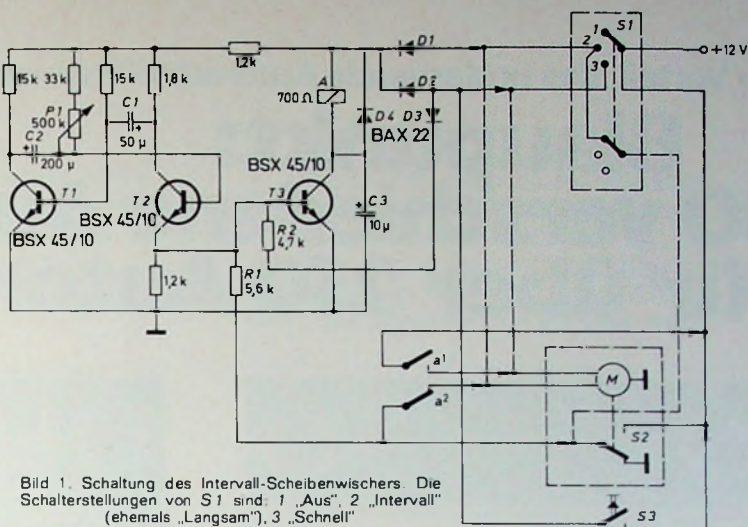

Bild 1. Schaltung des Intervall-Scheibenwischers. Die Schalterstellungen von S1 sind: 1 „Aus“, 2 „Intervall“ (ehemals „Langsam“), 3 „Schnell“
Aus Bild 1 ist die Originalschaltung an den gestrichelten Leitungen zu erkennen, die für den Umbau entfernt werden mußten. Der eigentliche Wischermotor hat zwei Geschwindigkeitsschaltstufen und einen motorbetätigten Umschalter S2, der bei Handabschaltung während des Laufs dem Feld noch so lange eine positive Spannung zuführt, bis die Wischerruhestellung erreicht ist; dann schaltet S2 um und legt die eine Wicklung an Masse, wodurch der Motor gebremst wird.
Im Bild 1 sind die notwendigen Schaltungsänderungen durch Linien mit Pfeilen und gestrichelte Linien gekennzeichnet. Zur Motorsteuerung wurde ein Kammrelais (Kontaktbelastbarkeit 5 A) mit einem Arbeits- und einem Ruhekontakt eingesetzt. Die Schaltung besteht aus einem Taktgeber $T1, T2$ mit einer nachfolgenden Schaltstufe $T3$. In der Stellung „Intervall“ (2) von $S1$ wird dem Taktgeber $T1, T2$ und dem Schalttransistor $T3$ die Versorgungsspannung über die Dioden $D1, D2$ zugeführt; die vom Taktgeber erzeugten Impulse schalten $T3$ durch, das Relais zieht an, und dem Motor wird über den Kontakt a^1 Spannung zugeführt. $C2$ und $P1$ bestimmen das Zeitintervall (1..25 s) bzw. die Pause, in der keine Impulse an die Basis von $T3$ gelangen und das Relais abfällt. In der Stellung „Schnell“ (3) wird $T3$ unabhängig vom Taktgeber über $D3$ durchgeschaltet, das Relais zieht an, und der Motor läuft, bis das Relais bei Umschaltung von $S1$ auf „Aus“ (1) abfällt.